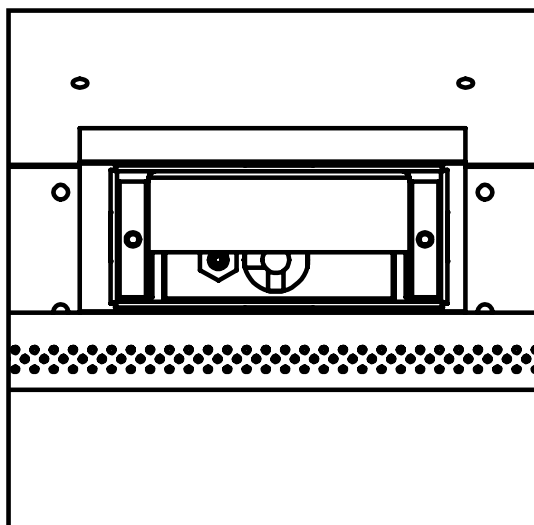

**Figure 21. Ensemble
10. Réinstallez le brûleur, les panneaux de briques, bûches, les braises, et porte en verre. Se référer également à l'installation secondaire - Installation Ensemble journal et des braises dans votre Manuel du propriétaire. Lorsque vous réinstallez le brûleur, s'assurer que le brûleur à la relation capot de la veilleuse est similaire à ce qui est montré dans la figure 21.